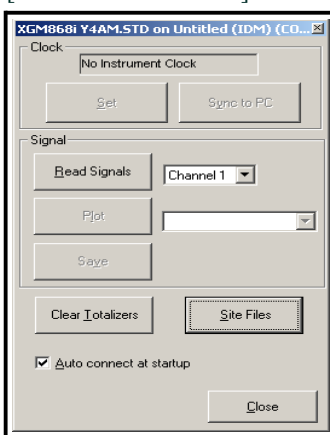

Figura 27: Finestra delle proprietà
3. La finestra delle *proprietà* appare simile a quella della Figura 27. Per cancellare i totalizzatori dell'XGM868i, fare clic sul pulsante [Cancella totalizzatori]. I totalizzatori dell'XGM868i vengono azzerati.